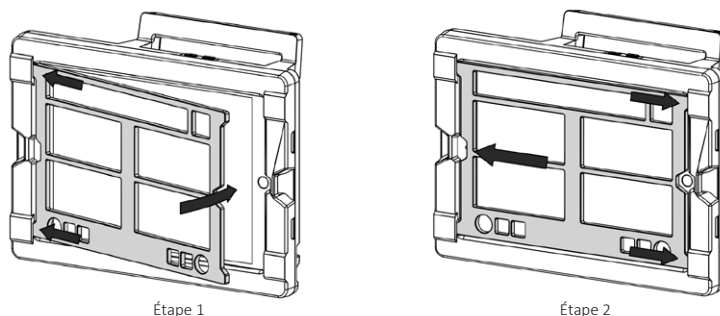

Fig. 4.3 Fixation des keyguards
Les Keyguards sont positionnés sur le dessus de l'écran et fixés au boîtier avant (3) du Rehadapter™. Fixez les keyguards comme indiqué sur la **Fig. 4.3**. Faites glisser les keyguards dans le système de clic du keyguard (8) d'un côté, puis poussez-les vers le bas de l'autre côté, et ils se mettront en place.